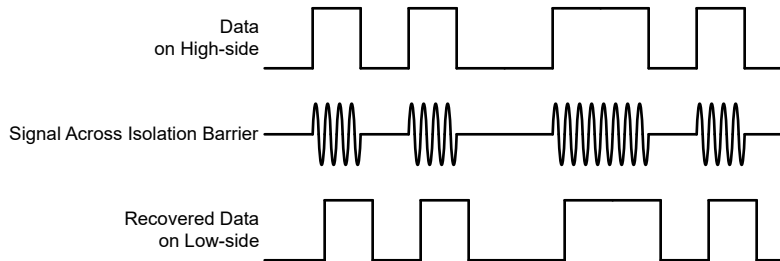

図 6-4. OOK ベースの変調方式
AMC22C12-Q1 は、SiO₂ ベースの絶縁バリア越しにコンパレータの出力状態を送信するため、図 6-4 に示すオン / オフ キーイング (OOK) 変調方式を採用しています。「機能ブロック図」に示す送信ドライバ (TX) は、デジタル 1 を表すために内部で生成された高周波キャリアを絶縁バリア越しに送信します。デジタル 0 を表す信号は送りません。